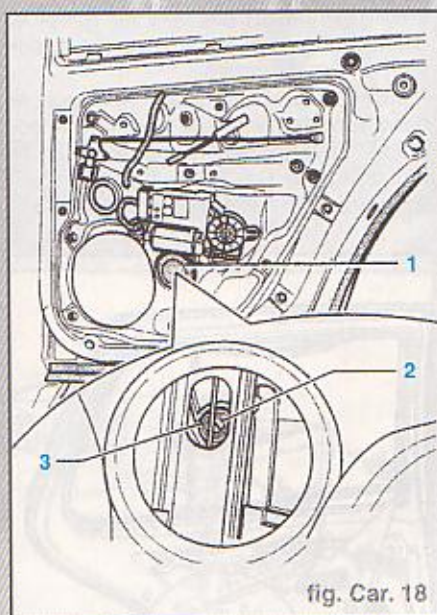

fig. Car. 18
- Retirer le capuchon (1) en faisant levier (fig. Car. 18).
- Abaisser la glace de porte jusqu'à ce que la goupille expansible (2) et la cheville